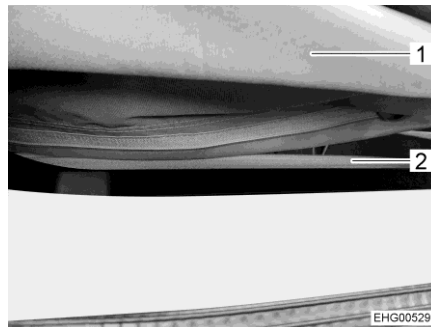

Bild 33 Dragkedja
- Öppna dragkedjan helt (Bild 33,2) på undersidan av blåsbälgen (Bild 33,1).